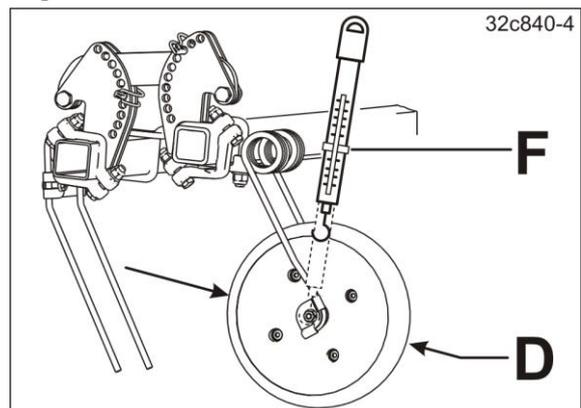

Fig. 295
4. Den Rollenandruck an den Boden, z.B. mit einer Federwaage prüfen, siehe Fig. 295.